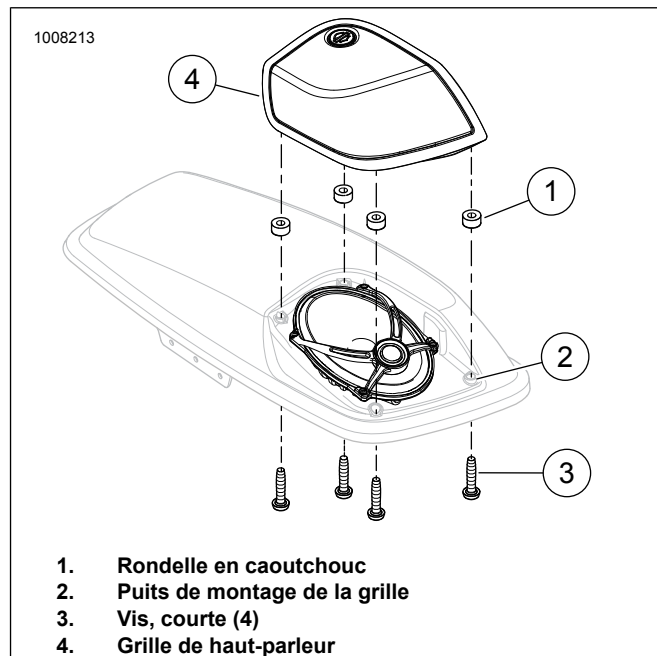

Figure 25. Pose et dépose de la grille
22. Voir la figure 25. Positionner les rondelles en caoutchouc (1) dans le puits de montage de la grille (2).